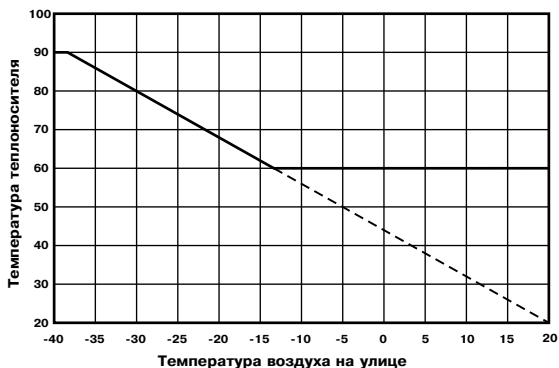

Рис.12 График зависимости температуры воды от температуры наружного воздуха.
7.4.7. Если установлен датчик наружной температуры, имеется возможность включить режим погодозависимого регулирования (см. пункт 7.5.14.). Для корректной работы в этом режиме необходимо отключить датчик температуры воздуха в помещении (22). Установите необходимую температуру воды при определенном значении температуры улицы. Для расчета графика регулирования используются две точки. В качестве первой точки используются введенные в пункте меню значения, а в качестве второй точки используются значения: 20°C теплоносителя при 20°C наружного воздуха. Например, при указанных параметрах (80°C теплоносителя при -30°C на улице) график регулирования будет выглядеть как на рис. 12.